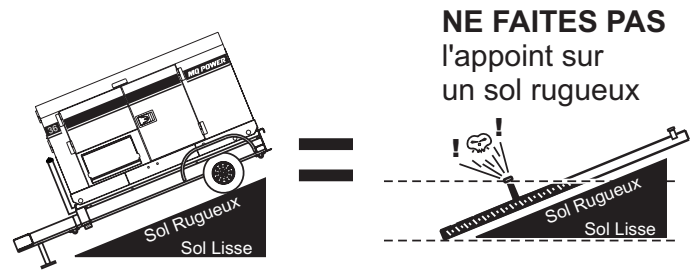

Figure 30. Faites L'appoint Uniquement Sur un Sol Plat
1. **Niveau de Récipients** - Assurez-vous que les éléments à carburant sont au même niveau que le sol. Le non de cette instruction provoque un jaillissement de carburant du réservoir avant que ce dernier ne remplisse (Figure 30).